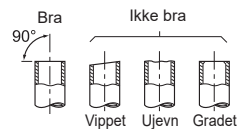
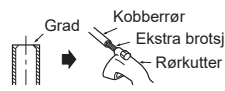

Fig. 2
Fig. 3
- Hvis avløpsstrøpen som følger med innendørsenheten er for kort, kan den kobles sammen med avløpsstrøpen (J) som burde finnes på anlegget ditt. (Fig. 2)
- Bruk teip eller annet materiale til å tette tilkoblingen mellom produktets avløpsstrømpe og avløpsstrøpeforlengelsen (16 mm innvendig diameter) (J).
- Ved tilkobling av avløpsstrøpen til det harde røret i vinylklorid, påse at strøpen føres godt inn i røret. (Fig. 3)
- 2) Fjern alle spor fra kuttet tverrsnitt av røret. (Fig. 3)